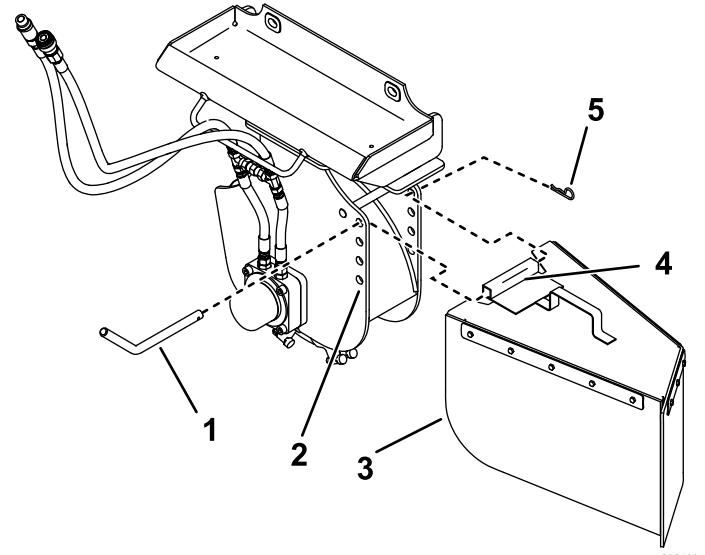

Bild 10
1. Positionieren Sie das Befestigungsrohr am Auswurfblech zwischen den beiden Löchern der Fräse (Bild 10).
2. Schieben Sie den Schutzblechstift durch die Löcher in der Fräse und dem Befestigungsrohr (Bild 10).
3. Befestigen Sie den Stift mit einem Splint (Bild 10).